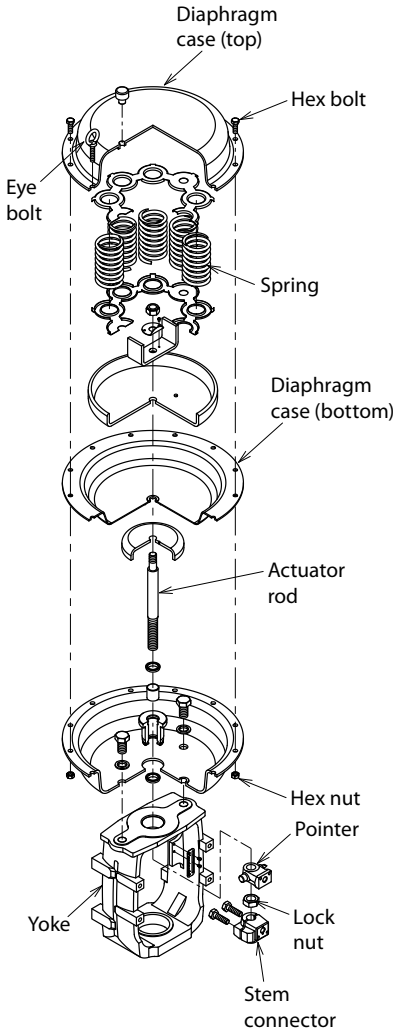

Fig. 4-10. Actuator Model HA2R or HA3R
**(b) Reverse action type** (See Fig. 4-10 or Fig. 4-11)